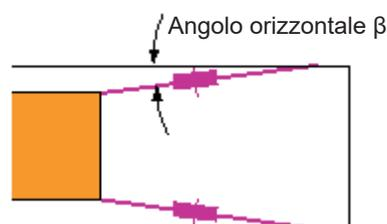

Fig. 2:
- β = angolo orizzontale (Fig. 2)